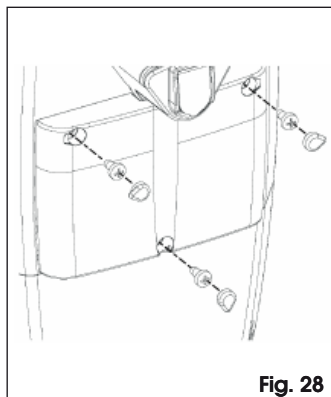

Fig. 28
- Après avoir terminé la programmation de la centrale et contrôlé le fonctionnement de l'automatisme, fermer le compartiment central avec les trois vis fournies et positionner les caches d'après la Fig. 28.